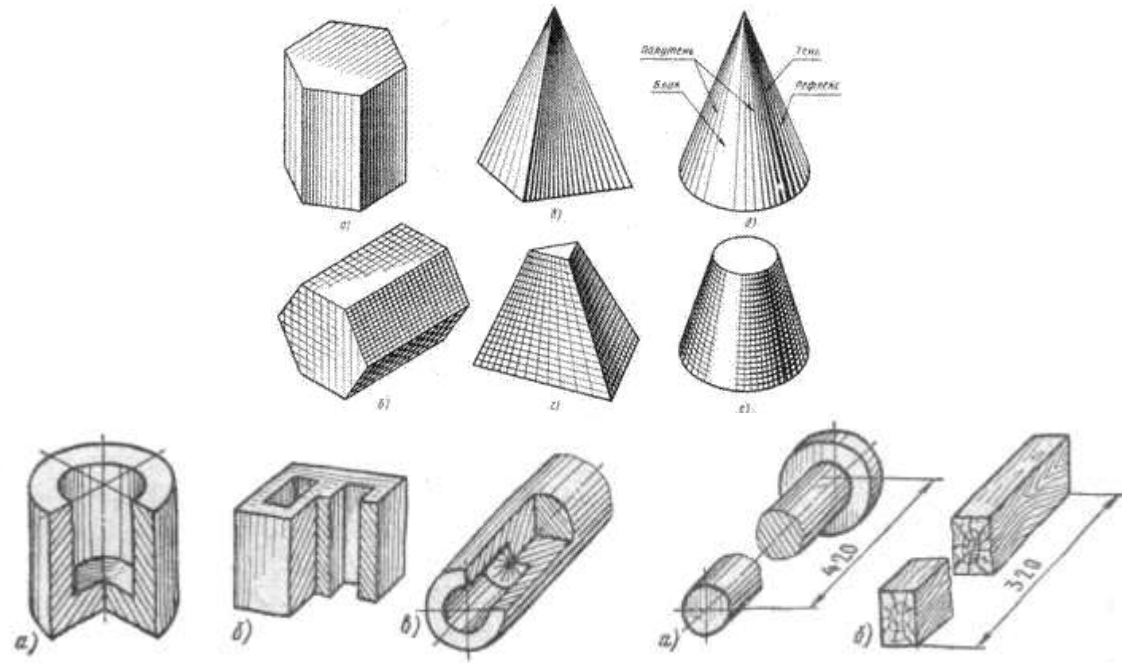

Рис.13 Типы наглядных изображений геометрических поверхностей и контуров технических деталей
**Технический рисунок** – это наглядное изображение предмета, выполненное в глазомерном масштабе по правилам построения аксонометрических проекций (рис.13).